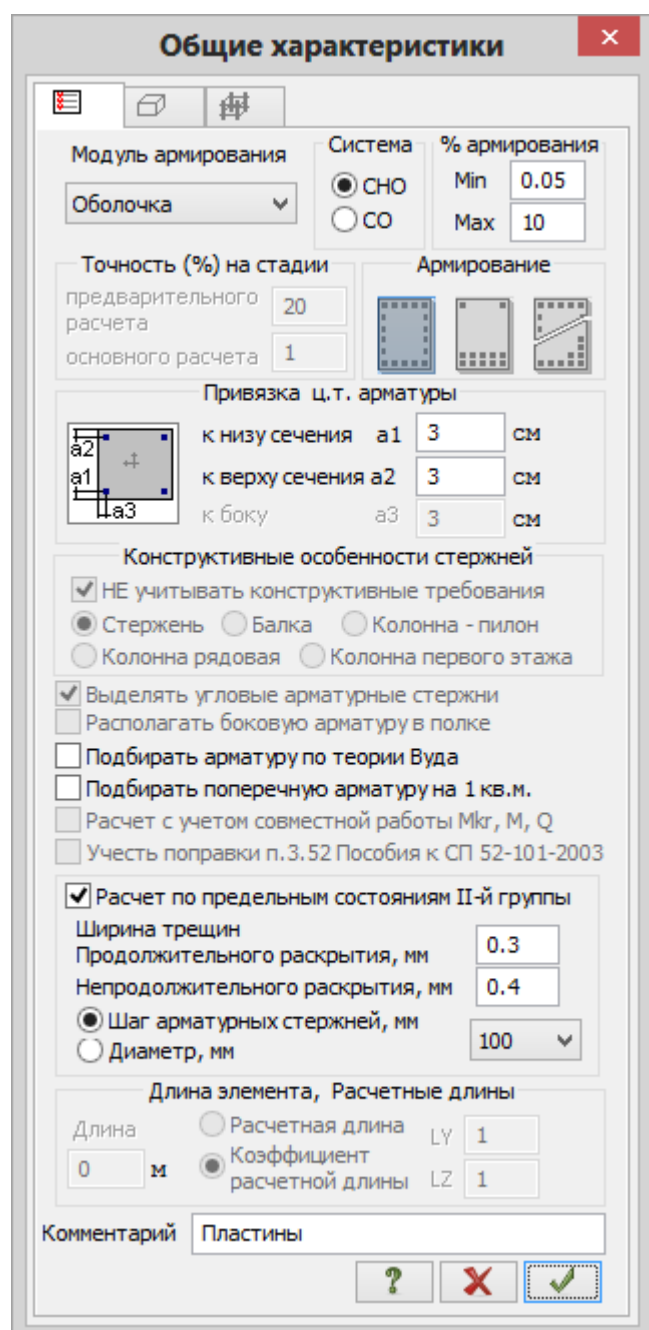

Рис.21.10. Диалоговое окно **Общие характеристики** (для пластин)
- На экран выводится диалоговое окно **Общие характеристики** (рис.21.10), в котором задайте следующие параметры для пластинчатых элементов (будет использоваться для всех вариантов конструирования по СНиП 2.03.01-84*):